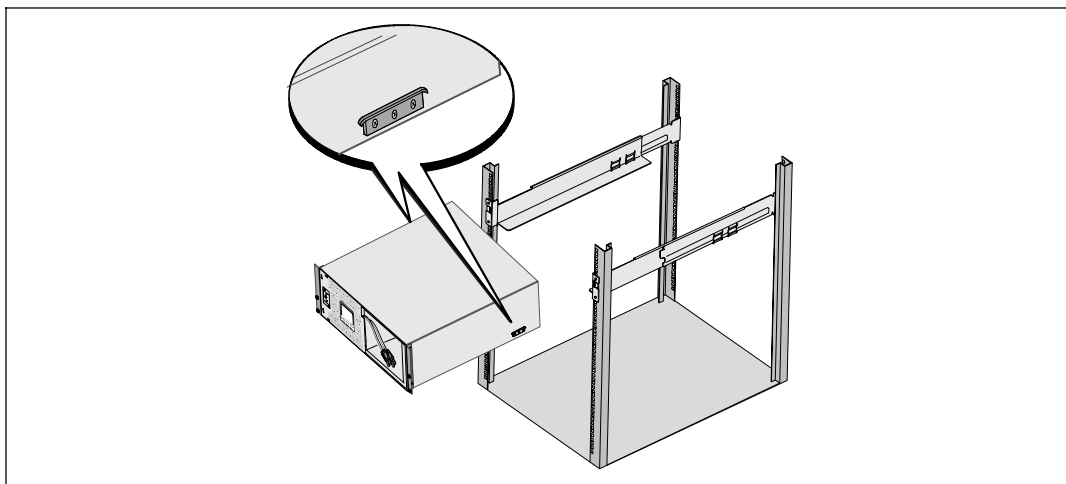

图 13. 安装机箱
- 6 将机箱滑动到机架上(参见图 13)。对其余机箱重复以上步骤。